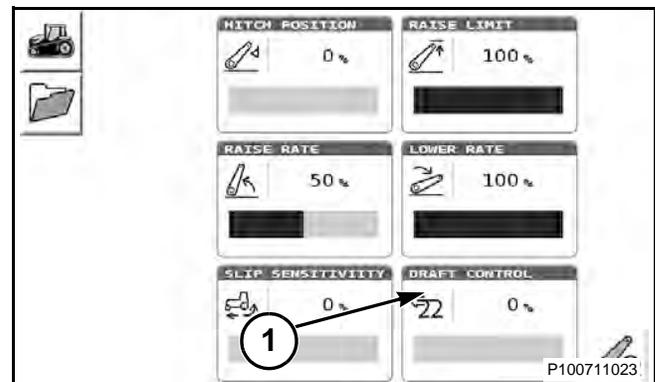

FIG. 127
FIG. 127: El control de tiro (1) se obtiene mediante el levantamiento del enganche de tres puntos si la velocidad del motor desciende por debajo de una velocidad de motor mínima.